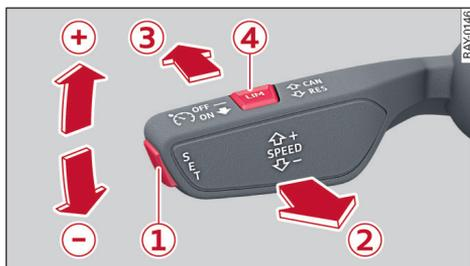

图 86 操纵杆：开启系统
- ▶ 要小幅度提高/降低设定车速时，请轻点操纵杆到 ⊕/⊖ 位置的第一个压力档 → 图 86。
- ▶ 向 ⊕/⊖ 方向轻点操纵杆 → 图 86。
- ▶ 要启用预选车速时，请将操纵杆向胸口拉到位置 ②。